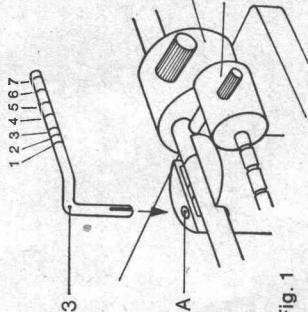

Fig. 1
Suggerimos estudiar los grabados de la fig. 1 y fig. 2, que muestran detalladamente la forma de instalar todo el dispositivo «anti-skating».
- 1 varilla acodada (3)
- 1 pieza con anillo semicircular en plástico (23)
- 1 peso de 1 gr. (22)
- 1 peso de 4 gr. (22)
Los croquis de la fig. 1 y 2 muestran claramente la colocación de dichas piezas. La varilla acodada (3), se introduce por encima del orificio que se percibe en lo alto de pivote del brazo. La otra pieza (23), se acopla al cuerpo del pivote del brazo, procurando que el pequeño teñón del anillo, encaje en el orificio dispuesto en el pivote.